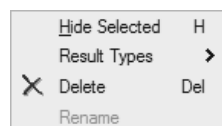

图 8-24
- 5) 用鼠标右键单击数据明细，然后从右键菜单中选择 Result Types，选择要显示的结果类型，如图 8-24 所示。